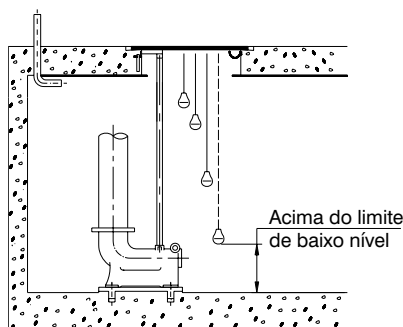

Fig. 6
3.5. Instalação da Chave Boia (Fig. 6)